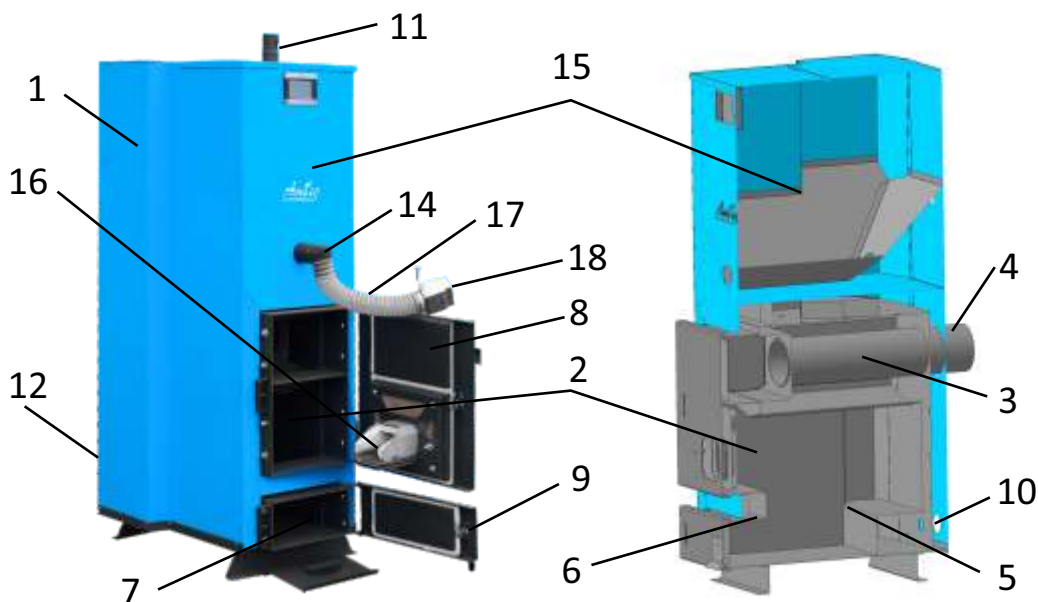

рис. 1 - Устройство котла Амтео АС
4.1 Котёл (рис. 1) состоит из: корпуса (1), топки (2), газохода (3), дымохода (4). В нижней части топки устанавливаются колосники (опция, уточняйте в отделе сбыта) (5) на опоры (6) (опция), зольник (7). К передней стенке корпуса котла на осях присоединяются загрузочная дверца (она же служит для обслуживания газохода) (8), дверца для обслуживания (9), патрубков обратного трубопровода (10), патрубков подающего трубопровода (11), патрубков для слива воды с котла (12), патрубков установки термодатчика (13), шнек подачи пеллет из бункера (14), бункер для пеллет (15) пеллетная горелка Unitech в сборе (16), гофра подачи пеллет (17), клапан пожаробезопасный/обратной тяги (18).